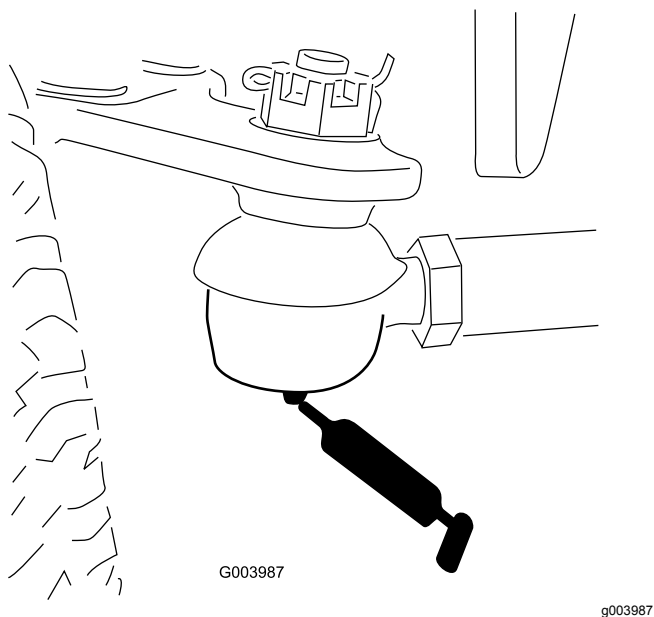

Figura 33
- Tirante del eje trasero (2)—Figura 33